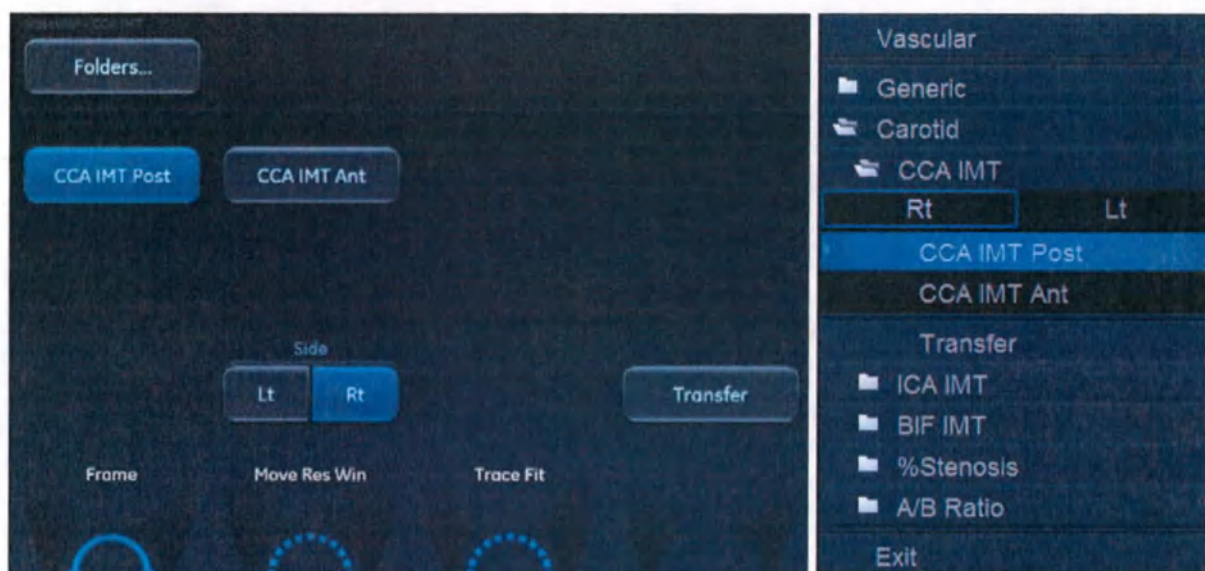

Рис. 8-100. Меню измерения ТИМ (инструмент измерения ТИМ на задней стенке правой общей сонной артерии)
5. Выберите соответствующий измерительный инструмент для ТИМ. Если измеряется ТИМ задней стенки правой общей сонной артерии, выберите **Rt** и **CCA IMT Post** (Общ.сонн.арт. - ТИМ - задн.) (Рис. 8-100).